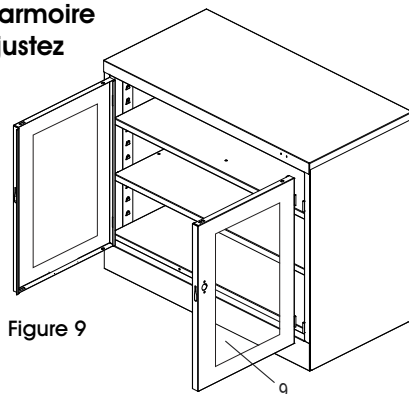

Figure 9
10. Fixez la porte de droite (9) à l'unité de la même manière que vous avez fixé la porte de gauche. (Voir Figure 9)